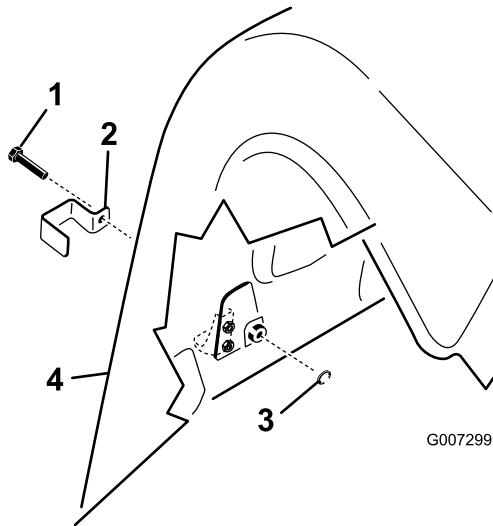

图18
1. 在 ProCore 864 型号上使用带头螺栓共 4 个将锁定支架安装到左、右后下机罩和上机罩门锁的上方请参阅图18。
2. 在 ProCore 1298 型号上使用带头螺栓每个打孔头 3 个共 6 个将锁定支架安装到左、右后盖上的所有后下机罩门锁和外侧上机罩门锁请参阅图18。
3. 用钳子或可调扳手将内锁定垫圈拧到各个螺栓 12 个螺纹以固定门锁 图18。